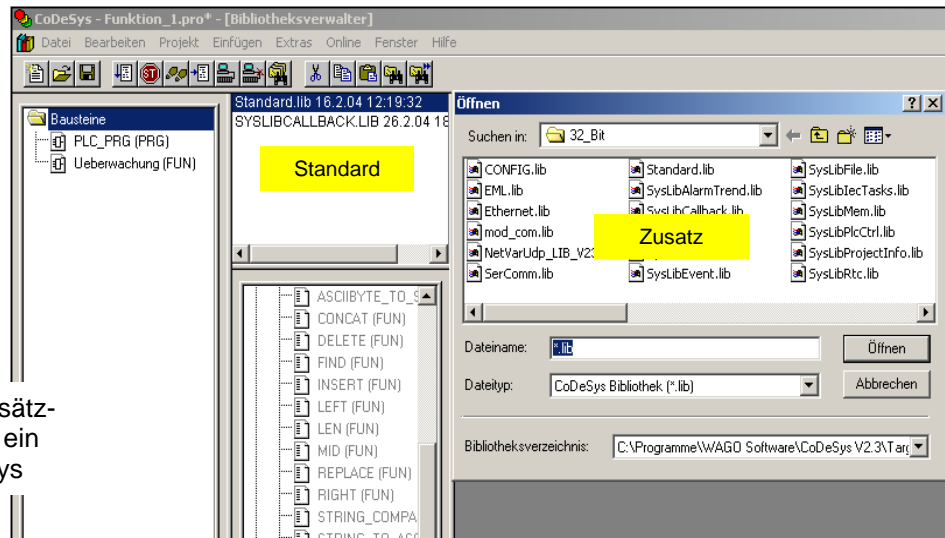

Bild 4-6: Einfügen zusätzlicher Bibliotheken in ein Projekt unter CoDeSys
**Bild 4-6** zeigt die Vorgehensweise bei CoDeSys: In der Mitte sind die standardmäßig vorhandenen Bibliotheken sichtbar, rechts verfügbare Zusatzbibliotheken. Mit den Menu's ->Fenster -> Bibliotheksverwaltung und -> Einfügen -> Neue Bibliothek kann man aus diesem Fenster auswählen und einfügen.